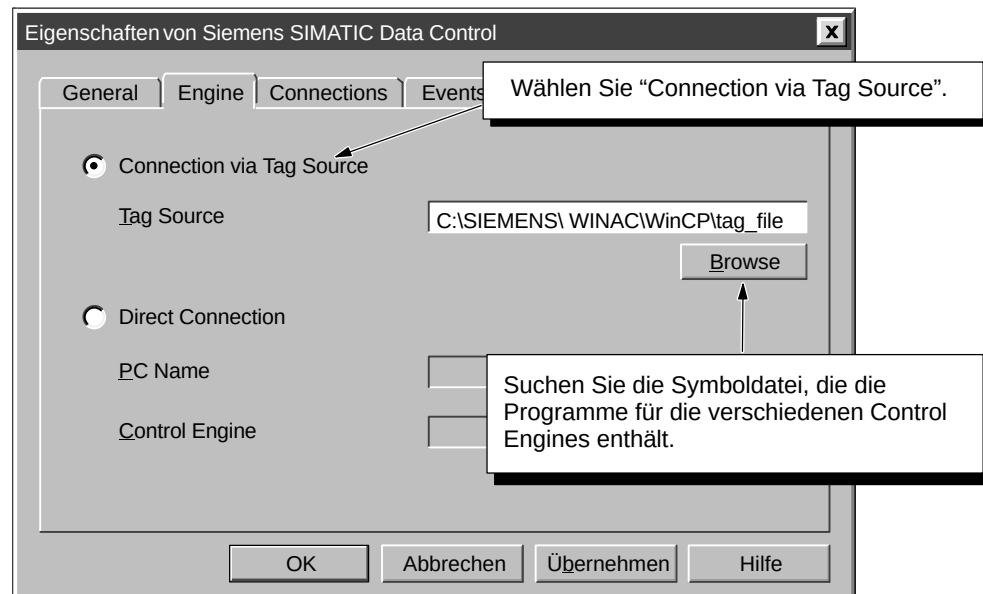

Bild 9-3 Einrichten des Data Control für mehrere Control Engines
4. Öffnen Sie das Register "Engine", um die Konfigurationsmöglichkeiten anzuzeigen (siehe Bild 9-3).